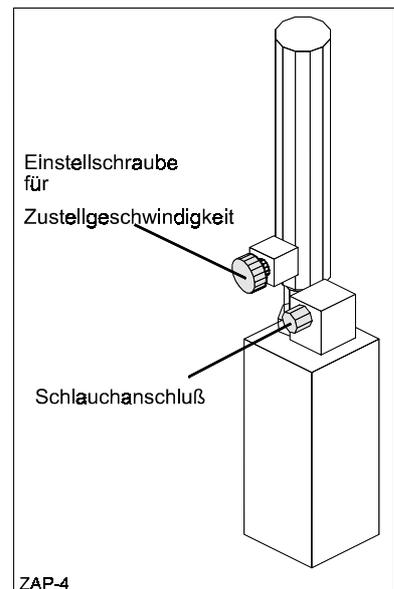

Bild 7-7
11. Druckluftversorgung an einer Wartungseinheit mit Kondenswasser-Abscheider anschließen; Druck einstellen, min. 4 bar, max. 8 bar.(Bild 7-7)
13. Zustellgeschwindigkeit der Arbeitsspindel einstellen (Bild 7-7). Drehen im Uhrzeigersinn = langsamer. Drehen entgegen dem Uhrzeiger = schneller